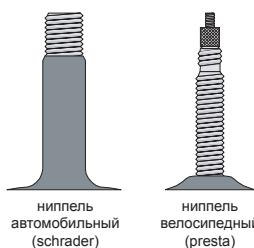

рис. 34
- используйте насос подходящий для ниппеля вашего велосипеда. Существуют два основных типа ниппелей: велосипедный (PRESTA) и автомобильный (SCHRADER) (рис. 34);